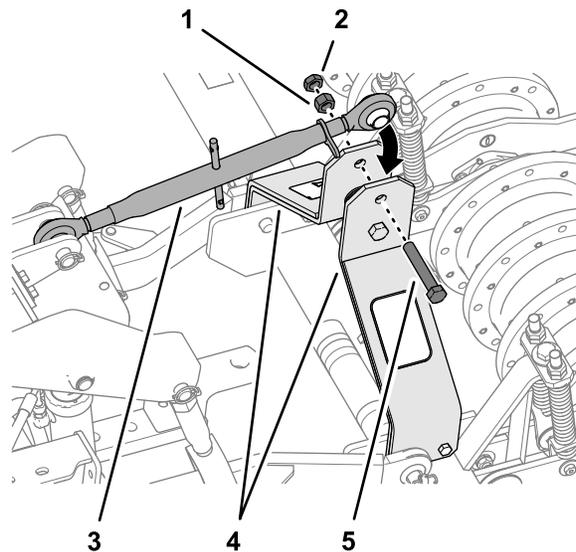

图18
6. 用螺栓 $\frac{3}{4} \times 4$ 英寸、螺母 $\frac{3}{4}$ 英寸和锁紧螺母 $\frac{3}{4}$ 英寸将上3点式连杆的另一端安装至打孔机的提升臂图18。